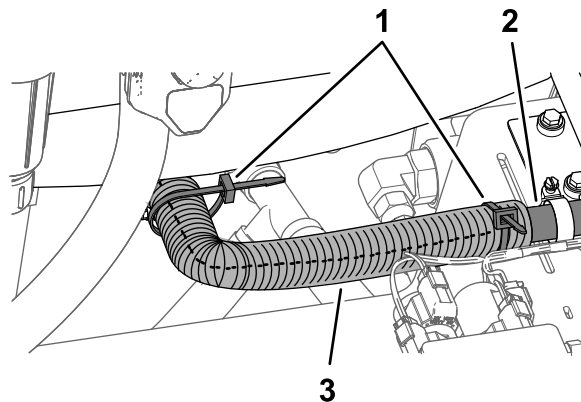

Figura 31
- Monte a tubagem convoluta dividida sobre o tubo de 43,3 cm entre o depósito de lavagem e a bomba do depósito de lavagem e prenda a tubagem com duas cintas (Figura 31).